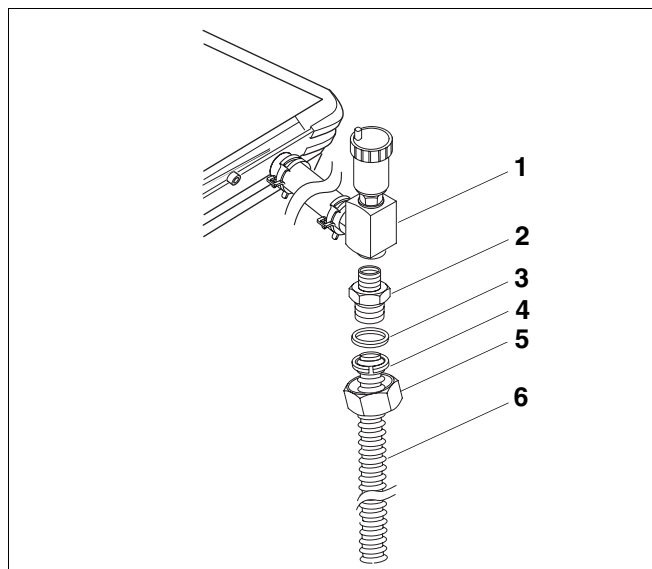

Fig. 3 Montaggio del tubo ondulado in acciaio inox alla mandata
- Avvitare la riduzione R $\frac{3}{4}$ × R1 (fig. 3, **pos. 2**) nel disaeratore con sfiato (fig. 3, **pos. 1**).
- Inserire la guarnizione (fig. 3, **pos. 3**) come mostrato nella figura.
- Avvitare il dado di raccordo Rp1 (fig. 3, **pos. 5**), premontato sul tubo ondulado in acciaio inox (fig. 3, **pos. 6**), alla riduzione R $\frac{3}{4}$ × R1 (fig. 3, **pos. 2**).